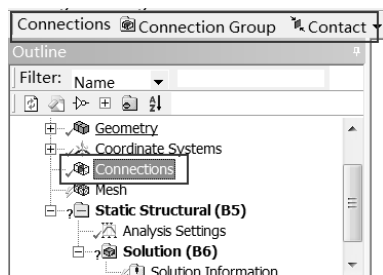

图 13-55 接触工具栏
Step2：选择 Mechanical 界面左侧 Outline（分析树）中的 Connections 选项，此时弹出如图 13-55 所示的 Connections 工具栏。